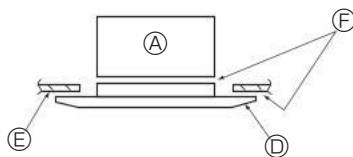

Fig. 10-7
- \* Kontrollér, at der ikke er afstand mellem hovedenheden og panelet eller panelet og loftet. (Fig. 10-7)